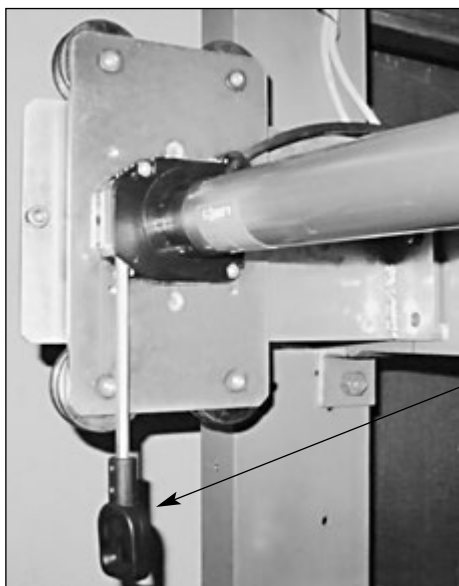

Рис.6.4
- 6.3.** При комплектации роллеты электроприводами с системой ручного аварийного подъема в качестве приводных элементов используются петля PP и вороток КР. Приводные элементы располагаются вертикально (рис.6.4). Хвостовик петли вставляется в шестигранное отверстие редуктора системы ручного аварийного подъема и закрепляется при помощи кольца и винта, входящих в комплект петли.